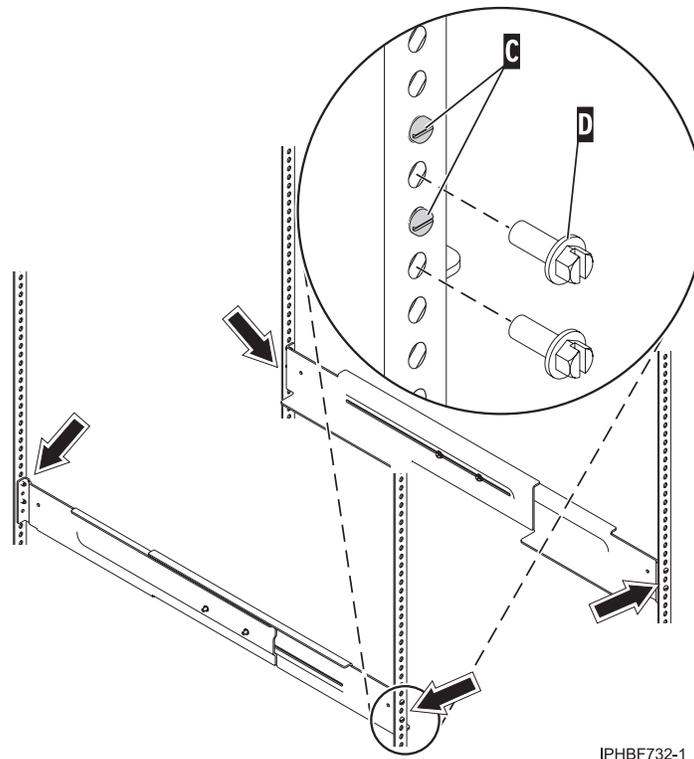

Figure 87. Fixation des glissières
7. A l'aide de deux vis M5 (D), fixez la glissière de droite à l'avant de l'armoire.
8. Placez-vous à l'arrière de l'armoire et fixez la glissière de gauche à l'arrière de l'armoire à l'aide des deux vis M5 (D).
9. Fixez la glissière de droite à l'arrière de l'armoire en utilisant les deux vis M5 (D).
10. Serrez les deux vis sur la partie médiane de la glissière gauche et de la glissière droite. Pour plus d'informations, voir la figure 87.